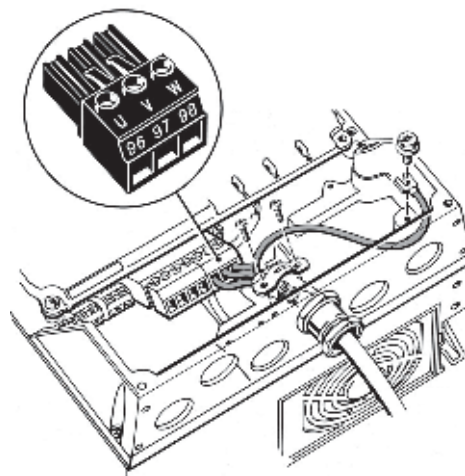

Рис. 13 Подключение двигателя, корпус А5
1. Подключите заземляющий провод к клемме 99 (PE). См. рис. 13.
2. Подключите провода двигателя к клеммам 96 (U), 97 (V), 98 (W) соединителя двигателя.